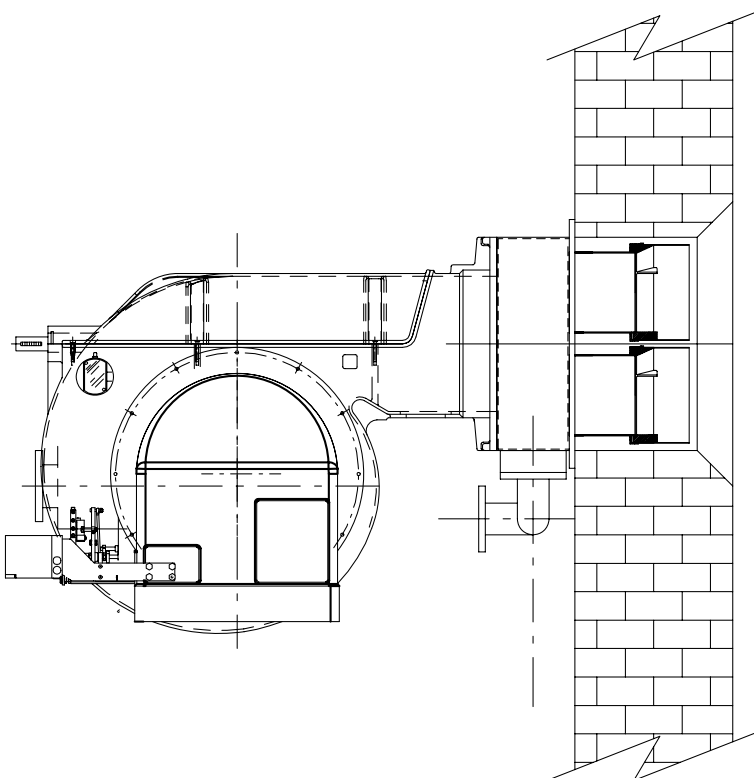

Рис. 4
- 4). закрепить ее с помощью гаек к крепежным винтам котла, согласно схеме на Рис. 4.